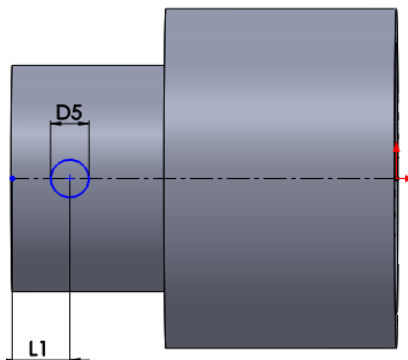

Рисунок 4.6 – Коло діаметром $D5$
14. З початкової точки проведіть осьову лінію так, як показано на рисунок 4.6, при цьому задайте лінії взаємозв'язок "Горизонтальность", якщо вона не створилася автоматично.
15. Намалюйте коло на осьовій лінії приблизно так, як показано на рисунок 4.6.
17. Проставте розміри ескізу L1 і D5 відповідно до Вашого варіанту так, як показано на рисунок 4.6.